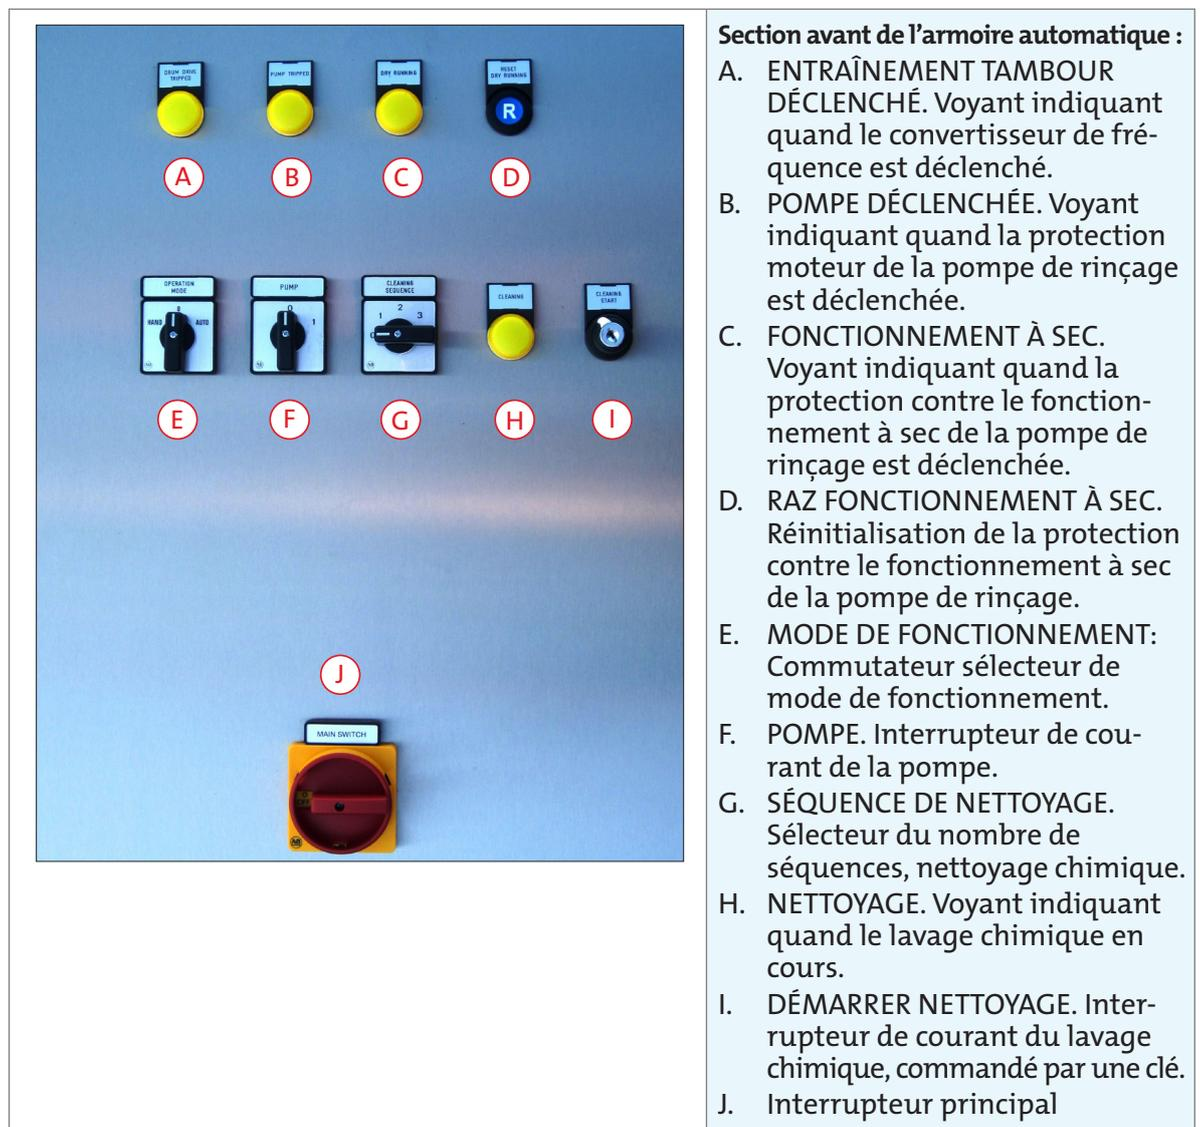

Figure 5.1 Section avant de l'armoire automatique.
2. Mettez l'interrupteur de la pompe sur le mode OFF (0) (voir F sur la Figure 5.1).
3. Mettez l'interrupteur principal sur le mode ON (1) (voir J sur la Figure 5.1).
4. Mettez le commutateur sélecteur sur la position HAND (voir E sur la Figure 5.1).
Utilisez le commutateur sélecteur pour choisir le mode de fonctionnement (voir E sur la Figure 5.1).